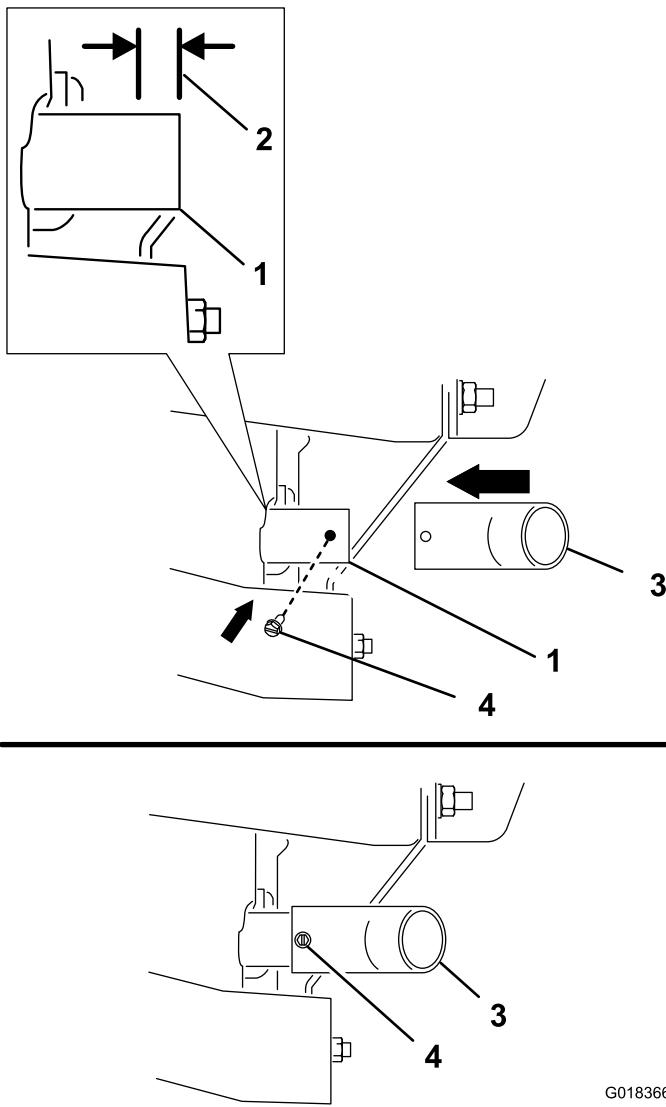

Figure 6
à la Figure 6, et tracez un repère sur la surface du tuyau arrière à cet endroit.
3. Glissez l'extrémité pré-percée du prolongement sur le tuyau arrière de silencieux en l'alignant sur le repère tracé à l'opération 2. Tournez le prolongement de tuyau arrière jusqu'à ce que le trou prépercé soit aligné à l'extérieur et sur le plan horizontal (Figure 6).
8. Fixez le prolongement avec la vis autotaraudeuse (n° 8 x 1/2") (Figure 6).